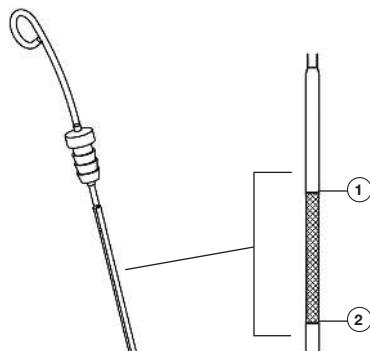

Рис. 24 Проверка уровня масла
- Установите масляный щуп на место, затем аккуратно извлеките и осмотрите его. Уровень масла должен соответствовать верхней отметке на щупе (Рис. 24).
При недостаточном уровне масла в картере необходимо долить чистое масло до верхней отметки на щупе (Рис. 24).